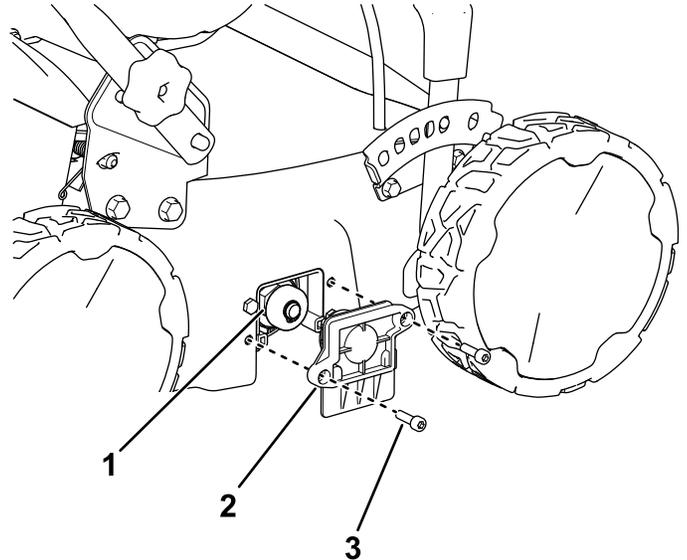

Bild 3
2. Entfernen Sie mit dem Sechskantschlüssel die beiden Schrauben, mit denen das Lagergehäuse und die Spindelwelle auf der rechten Seite der Maschine befestigt sind (Bild 3).
4. Montieren Sie das Lagergehäuse so, dass es die neu installierte Wellenbaugruppe mit den beiden in Schritt 2 entfernten Sechskantschrauben sichert und bewahren Sie den Sechskantschlüssel in der Transporthebelbaugruppe auf (Bild 3).